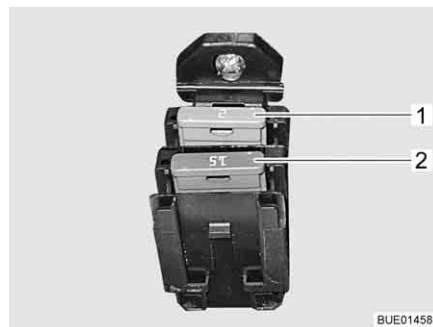

Bild 168 Regulator för avloppsledningarnas värmesystem
Säkringarna finns på regulatorn (Bild 168,1).
- Byt säkring (Bild 168,2).